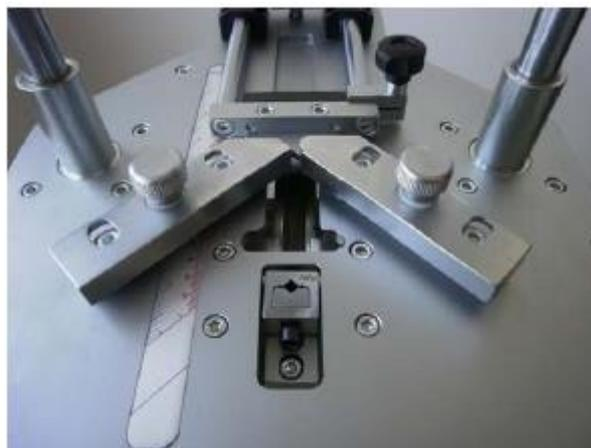

Рисунок 1
- Регулируемые наклонные ограничители (см.рис. 1)